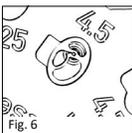

Fig. 6
■ **fig. 6** O êmbolo da prótese deve assentar no fundo do orifício e a placa de cobertura tem de ficar completamente no entalhe previsto para o efeito, de forma a que a superfície superior da placa fique rente com a superfície do disco medidor.